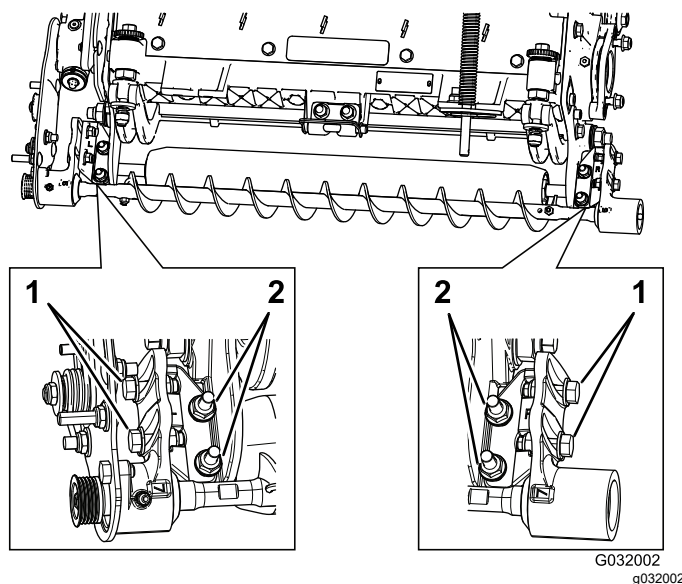

图 13
- A. 松开将滚筒刷安装支架固定到滚刀组侧板上的 2 个凸缘锁紧螺母 图 13。
- B. 旋转滚筒刷轴承座直到滚筒刷侧板与滚刀组侧板保持平行 图 13。
- C. 拧紧将滚筒刷安装支架固定到滚刀组侧板上的 2 个凸缘锁紧螺母 图 13。
1. 松开将每个滚筒刷轴承座固定到滚筒刷安装支架上的 2 个螺栓 图 13。